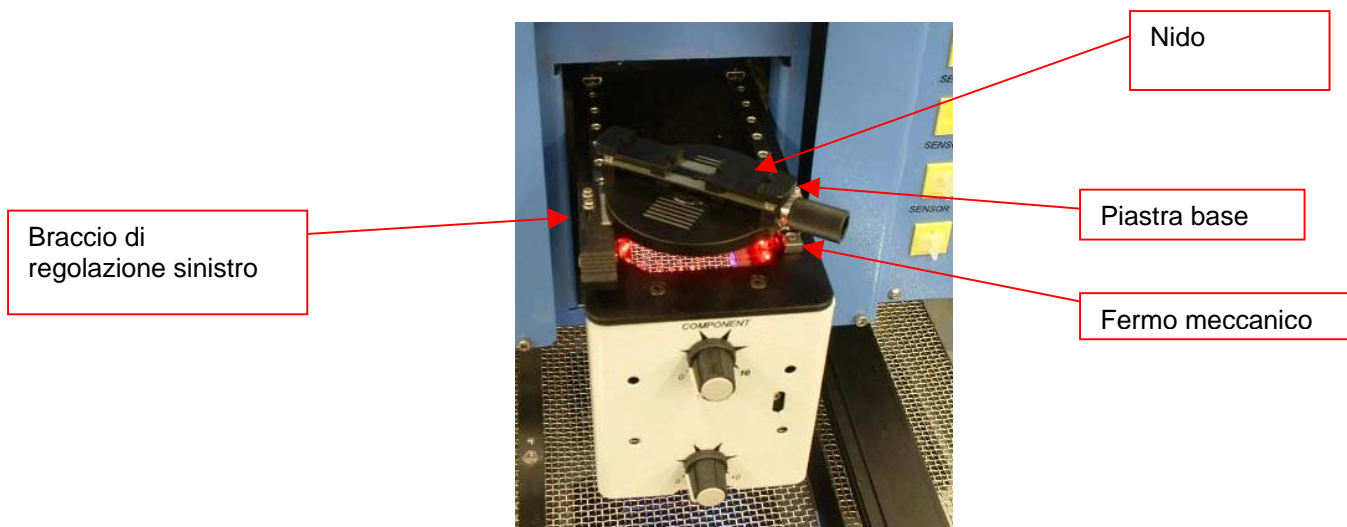

Figura 60
- d. Allentare le 2 viti che trattengono il supporto del laser. (Figura 60)